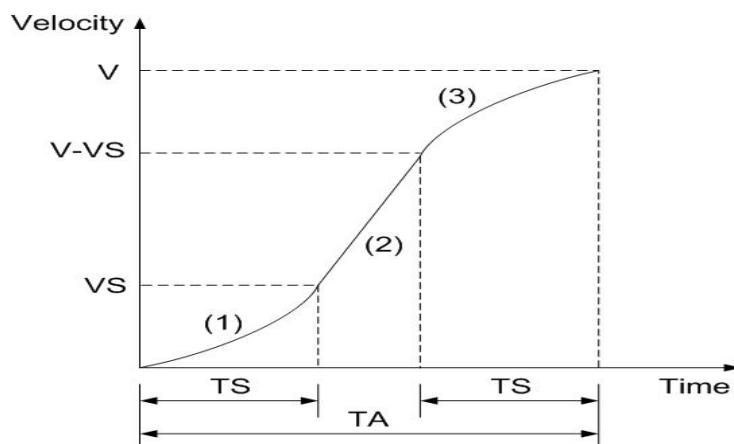

Fig.0-19 局部的 S-曲線加減速
局部的 S-曲線由三個部份組成((1), (2), (3) in Fig. 0-19): 一個直線和兩個 S-曲線, 曲線(1)和(3)部份是 S-曲線加速, (2)是直線加速是直線加速部份, 整個運動的時間定義為 TA, 而直線加速的時間是 TA - (2 × TS)。